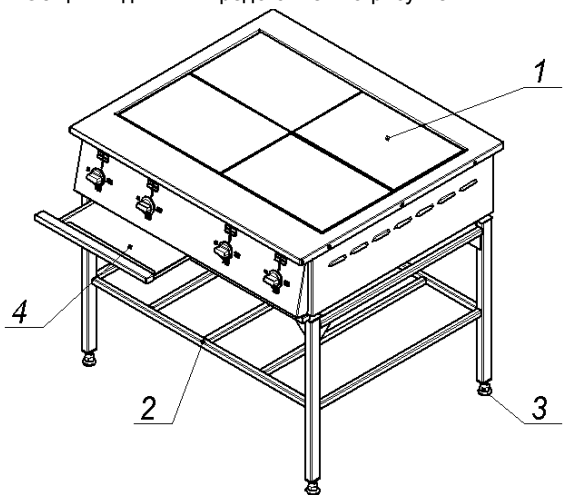
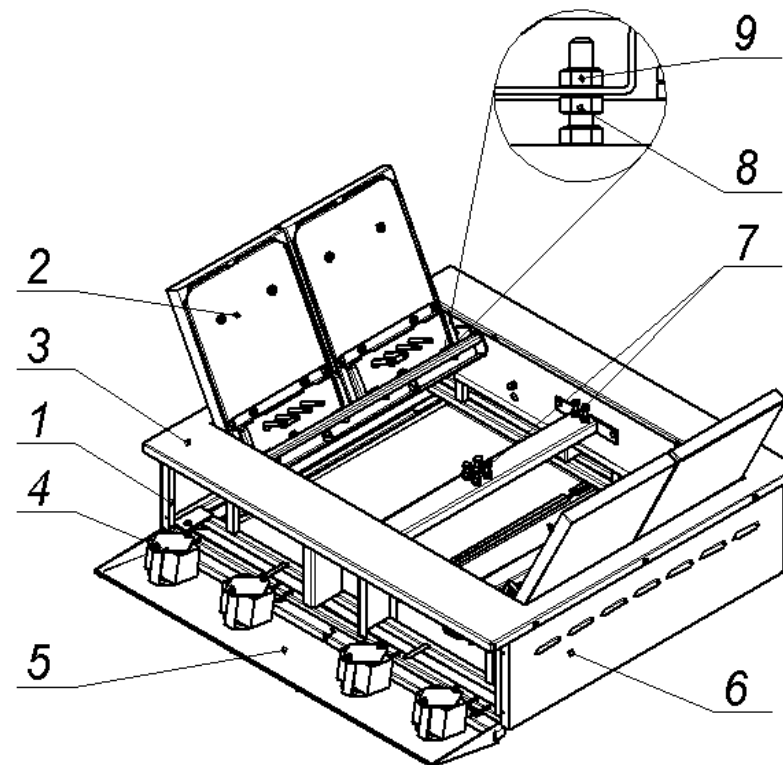

Рис.1
Рис. 2
4.3 Собственно плита (рис.2) установлена на каркасную раму (рис.1, поз.2) и состоит из каркаса (поз.1), с закреплёнными на нём 4-мя конфорками (поз.2), столом (поз.3), облицовочными (поз.6) и приборной панелью (поз.5).
4.3.3 Для обслуживания и санитарной уборки, плита оборудована (см. рис.1) выдвигаемыми поддонами (поз.5), так же обеспечен (см. рис.2) свободный доступ к внутренним поверхностям плиты:
- эксплуатировать плиту без выдвигаемых поддонов (рис.1, поз.4);
7.2 Установите рукоятки переключателей мощности конфорок (рис.2, поз.4) в положения I, II или III (должны загореться сигнальные лампы) в зависимости от требований технологии тепловой обработки продуктов.
7.5 После окончания приготовления продуктов отключите напряжение, подаваемое на нагревательные элементы конфорок, установив рукоятки переключателей конфорок (рис.2, поз.4) в положение «0» (сигнальные лампы должны погаснуть).